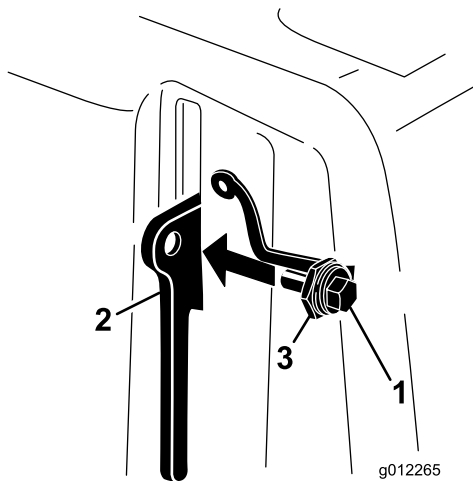

Рисунок 8
3. Заверните болт в рычаг фиксатора (Рисунок 8).